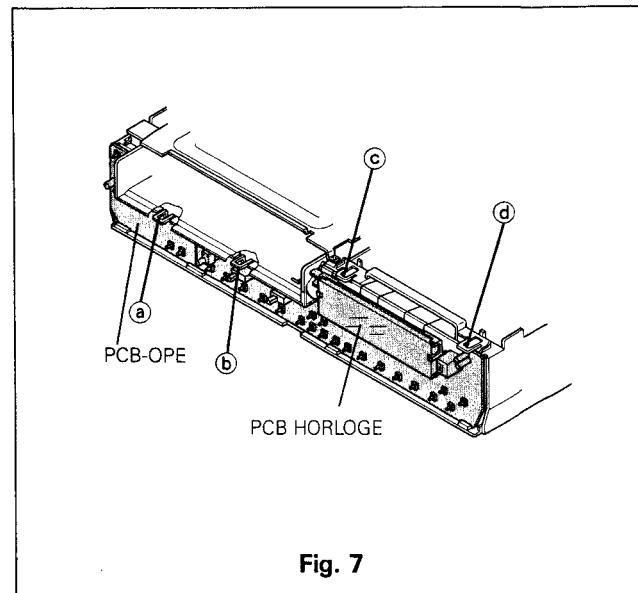

Fig. 7
- B. Débloquer le crochet a et retirer la platine OPERATION comme montré en Fig. 7.
- B. Débloquer les trois crochets (④ à ⑦) et retirer la platine HORLOGE comme le montre la Fig. 7.